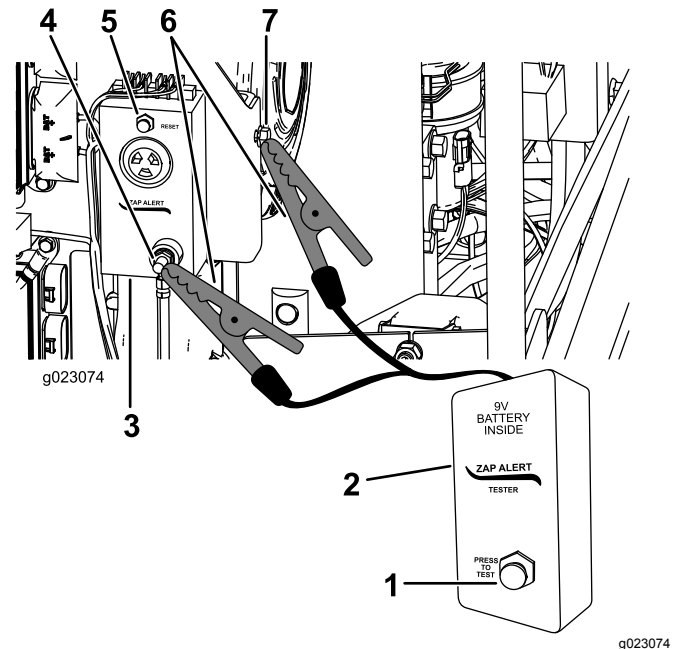

Figura 33
3. Conecte una de las pinzas del probador del sistema Zap Alert al conector de tierra del sistema Zap Alert (Figura 33).
5. Pulse el botón de PRUEBA del probador del sistema Zap Alert (Figura 33).
6. Pulse el botón de REINICIO DEL ZAP ALERT para detener la alarma (Figura 33).